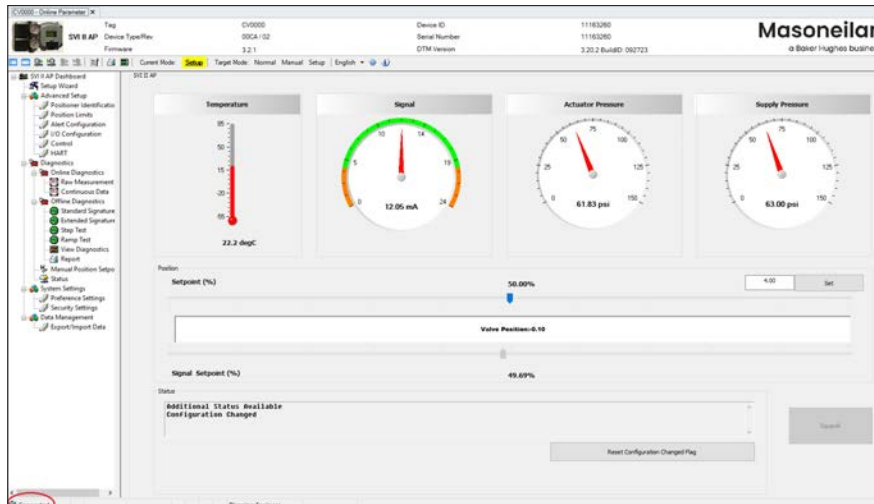

Рисунок 30 - Соединение установлено
14. Нажмите на значок **Upload All Parameters** (Выгрузить все параметры) (см. Рисунок 30).